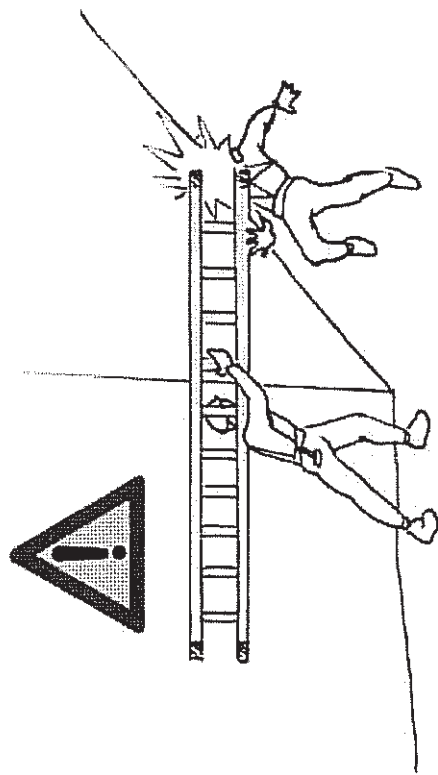

Fig. 20 - Modalità errata di trasporto a spalla della scala
- A Movimentare la scala [tronchi] con cautela, considerando la presenza di altri lavoratori, onde evitare di colpirli accidentalmente (fig. 20).